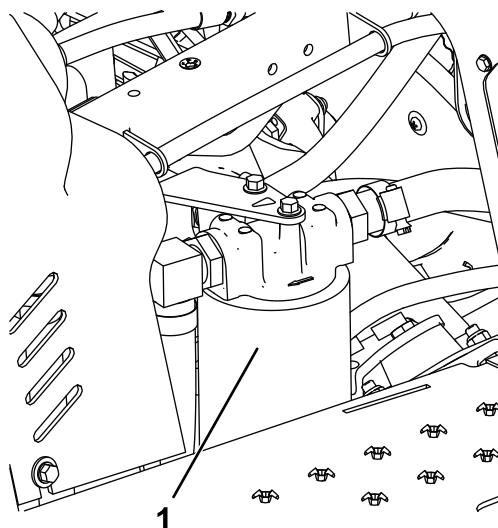

Figura 42
4. Coloque un recipiente debajo del filtro hidráulico, que está situado en el lado izquierdo de la máquina (Figura 42).
- Instale el filtro hidráulico nuevo (Figura 42) enroscándolo a mano hasta que la junta entre en contacto con el cabezal del filtro, luego apriete el filtro $\frac{3}{4}$ de vuelta más.